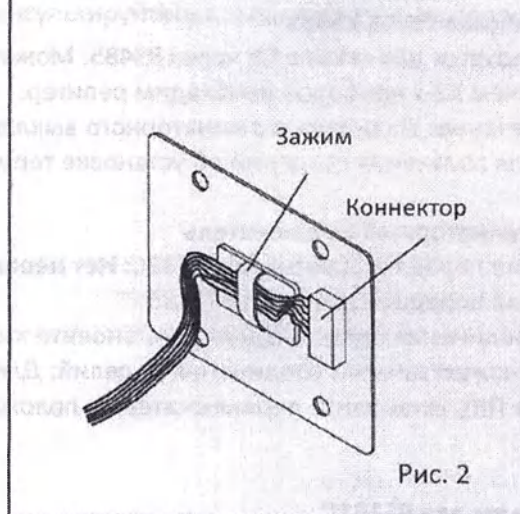

Рис. 2
2. Освободите коннектор, закрепленный на внутренней стороне крышки, путем удаления зажима (Рис. 2).